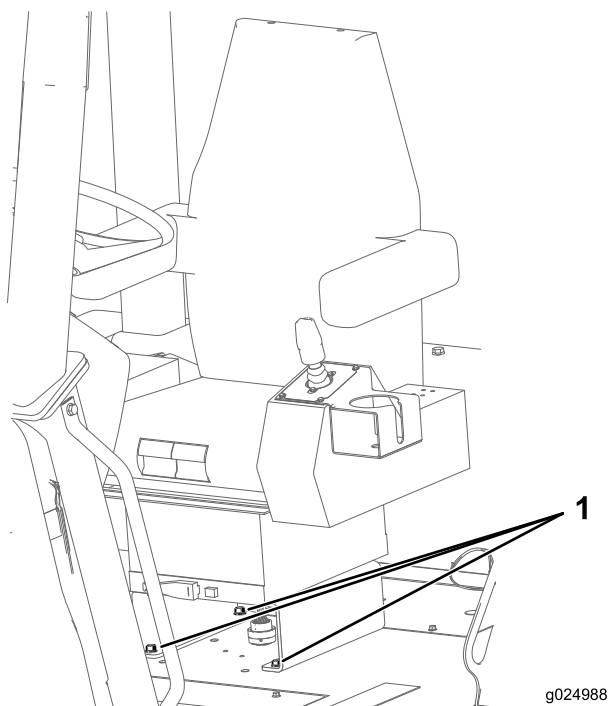

Figura 118
1. Compruebe que los pernos que sujetan el asiento al chasis de la máquina están apretados a 27–34 N·m (20–25 pulgadas-libra); consulte la Figura 118.